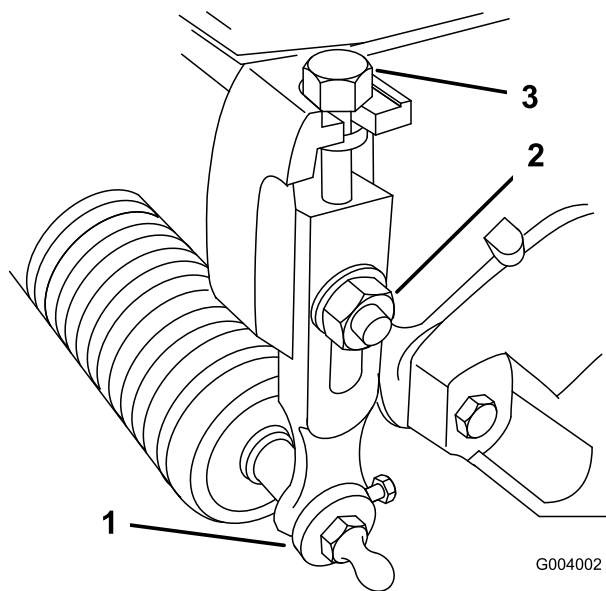

Figure 52
1. Desserrez les contre-écrous qui fixent les bras de hauteur de coupe aux plaques latérales du plateau de coupe (Figure 52).